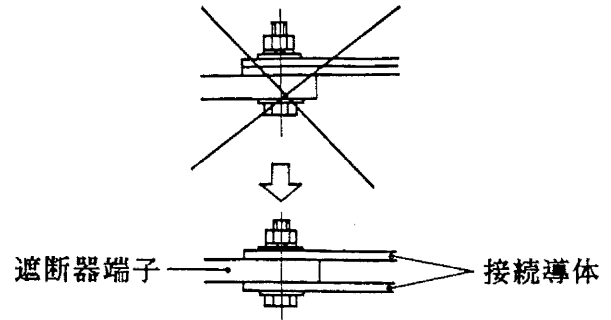

図6. 複数の導体接続
- (9) 端子の両面を接続に利用して下さい。(図6 参照)